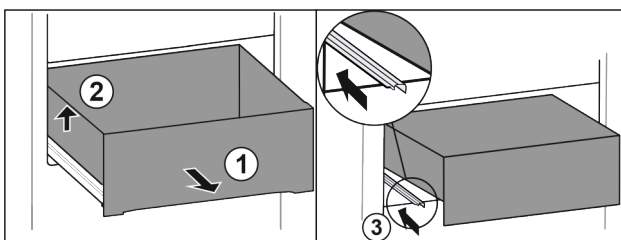

Fig. 159
- ▶ Schubfach bis zum Anschlag herausziehen. Fig. 159 (1)
- ▶ Schubfach links anheben. Fig. 159 (2)
- ▶ Linke Schiene einschieben. Fig. 159 (3)